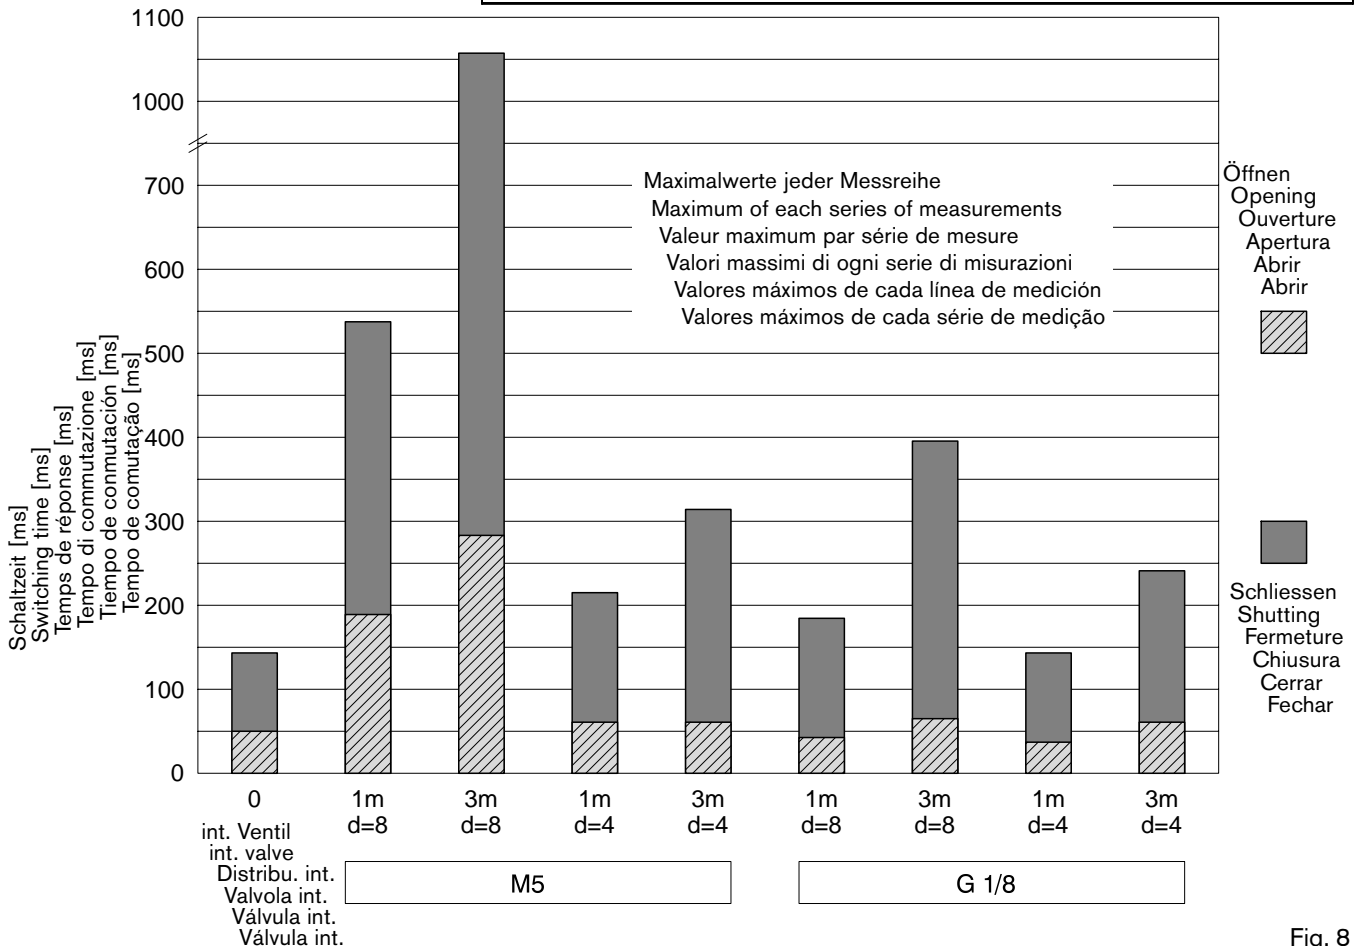

Fig. 8
► In Abhängigkeit von Schlauch  $\varnothing$  und Schlauchlänge, s. Tab. 1 und Fig. 8
►► Depends on the hose diameter and length, see Table 1 and Fig. 8.
►►► Suivant le diamètre et la longueur du tuyau, voir tableau 1 et Fig. 8.
►►►► In funzione del diametro e della lunghezza del tubo, vedi Tabella 1 e Fig. 8.
►►►►► Dependientes del diámetro y de la longitud de la manga; ver Tabla 1 y Fig. 8.
►►►►►► Dependendo do  $\varnothing$  e do comprimento do tubo, v. Tab. 1 e Fig. 8.